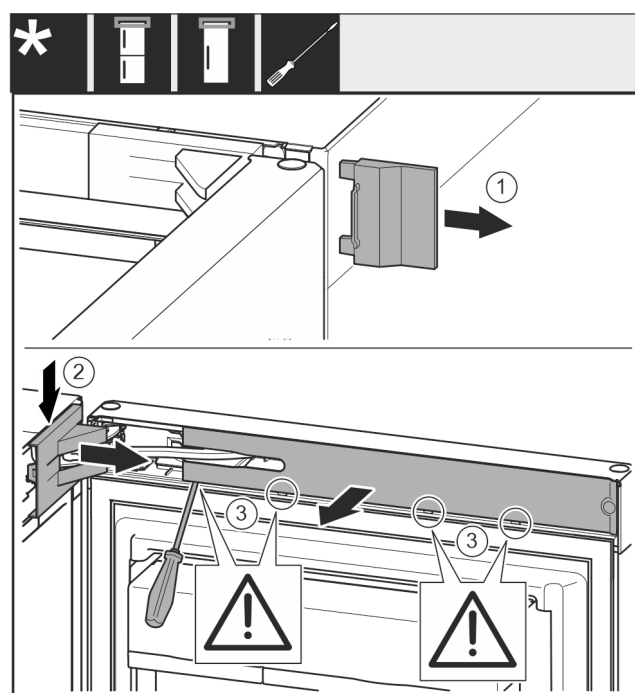

Fig. 10
- Sejměte kryt Fig. 10 (1).
- Odjistěte a uvolněte kryt stojanu ložiska Fig. 10 (2).
- Sejměte kryt stojanu ložiska Fig. 10 (2).
- Plochým šroubovákem vyjměte záslepku Fig. 10 (3) a otočte ji ke straně.